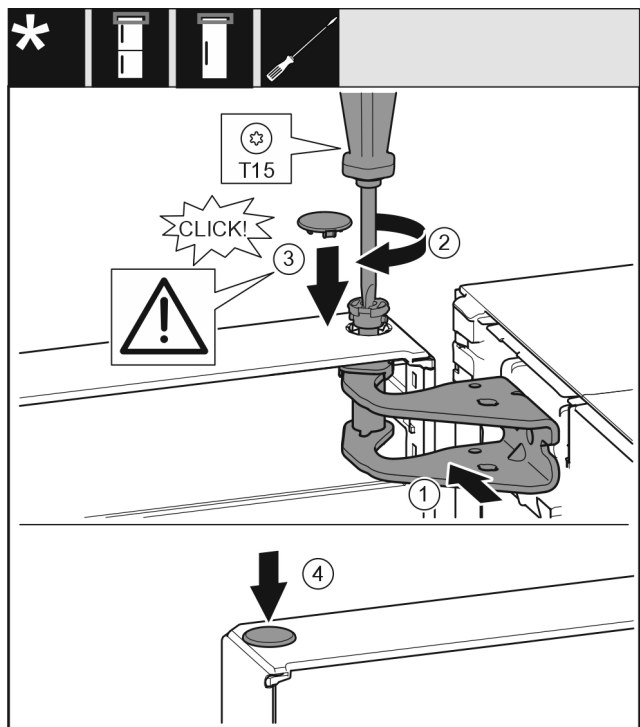

Fig. 21
- Niveloni derën lart në bazamentin mbështetës për hapjen e saj. Fig. 21 (1)
- Futni bulonin Fig. 21 (2) dhe mbërthejeni me një kaçavidë.
- Montoni kapakun mbulues të siguresës Fig. 21 (3) për sigurimin e derës: Vendosni kapakun mbulues të siguresës dhe kontrolloni nëse ai puthitet te dera. Nëse jo, futni bulonin plotësisht.
- Vendosni tapën Fig. 21 (4) në vend.